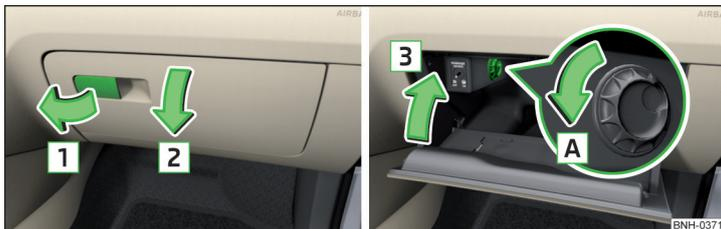

Fig. 80 Abrir el compartimento guardaobjetos / cerrar el compartimento guardaobjetos y abrir el suministro de aire
- > Tire del tirador en el sentido de la flecha **1** » fig. 80.
- > Gire la tapa en sentido de la flecha **3** hasta que se oiga que encastra » fig. 80.
- > Girando el interruptor rotativo en sentido de la flecha **A** hasta el tope se abre » fig. 80 el suministro de aire.